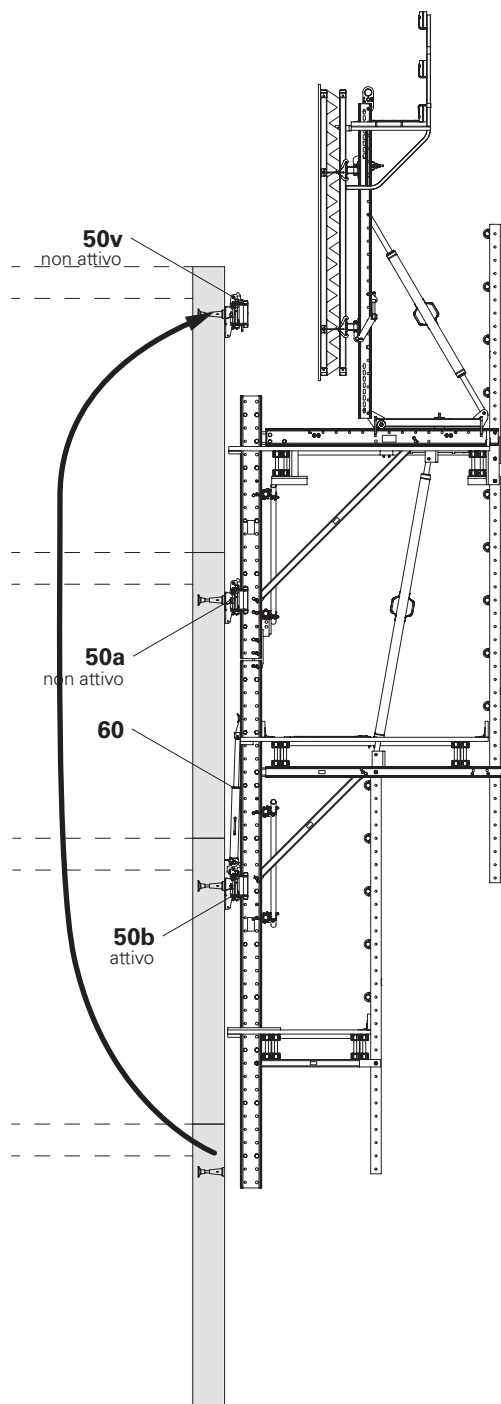

Fig. D7.03
3. Sollevare l'unità di ripresa dal dispositivo di sospensione centrale con il dispositivo di ripresa (**60**) con incrementi di 50 cm. (Fig. D7.03)